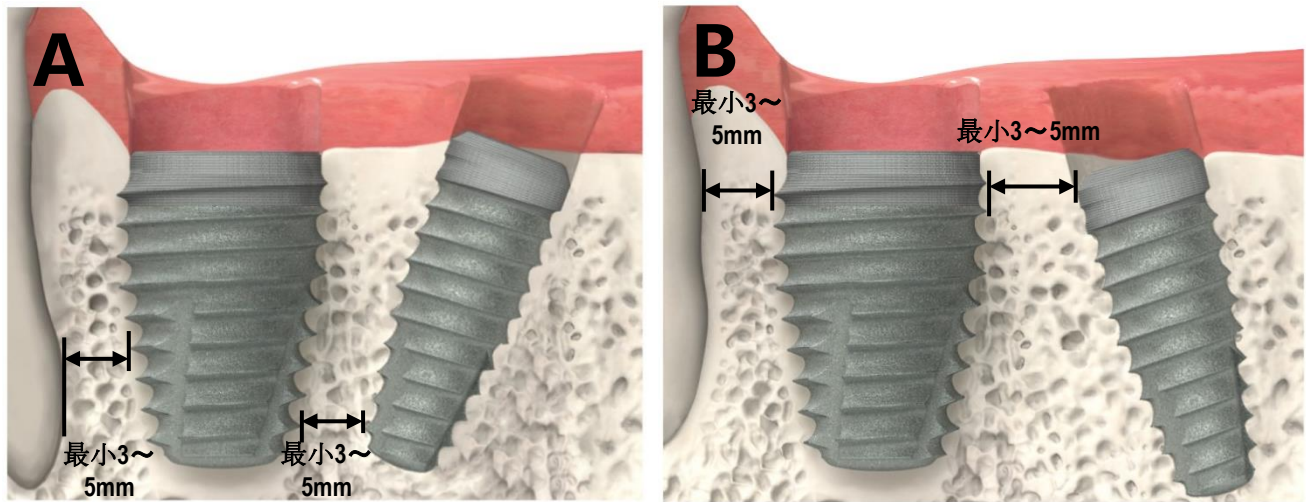

図1.警告および注意事項(3)
歯科インプラントは、不適切な咬合による過負荷、金属疲労、インプラント挿入時の締め付け過剰など、さまざまな理由で機能を失うことがあります。インプラントは一定の割合でオッセオインテグレーションを達成または維持できないことがあり、可動性によって示され、その場合には除去する必要があります。アバットメント破損の原因として考えられるものには、30 度を超える角度での铸造、チタンの铸造温度が 2010°F (1099°C) を超えていること、歯周病の進行している歯に装着した際のインプラントの支持が不十分であること、上部構造の非受動的な適合、不適切な咬合による過負荷、セメントで固めたアバットメントの不完全な固定、ポンティックの過剰延長などがあります。小径インプラント (角度付きアバットメントまたは直線的アバットメントとの併用) は口腔前方部での使用を意図しています。インプラントが失敗する可能性があるため、口腔後方は対象としていません。Tapered IM インプラントについては、(1) 大臼歯部に使用してください (2) 大臼歯の抜歯部位一箇所につき、1 本のインプラントを使用してください (3) 隣接するインプラントまたは隣在歯より 3～5mm の位置とし、インプラントの先端部から隣接するインプラントまでの距離またはインプラントから歯の接触部の距離は、歯冠までと歯槽頂までが 3mm となる位置に埋入してください (図 1) (4) 十分に安定させるため、頬側または舌側の歯槽表面から 1.5mm 以上確保してください (5) 外科医が、より小径のインプラントでは初期固定不良により失敗の可能性が高まると判断した場合、また外科手術が増えることにより合併の可能性が高まると判断した場合に使用してください。